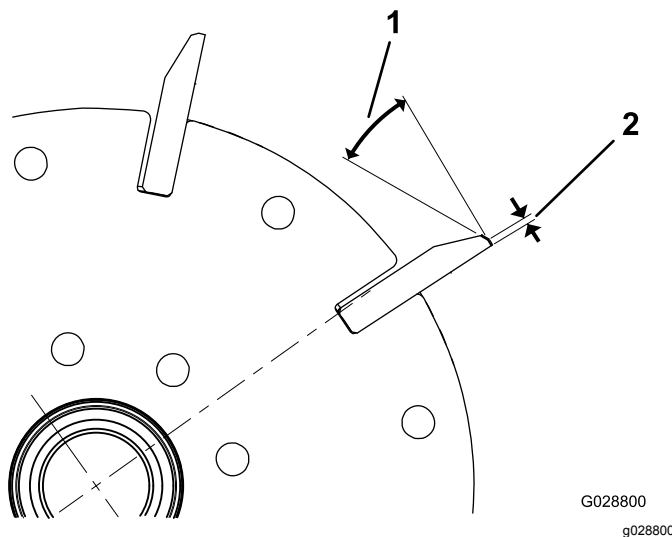

Figura 25
1. Afile todas las cuchillas con un rebajo de 30 grados hasta que la anchura de la superficie de incidencia sea de 1,3 mm (Figura 25).